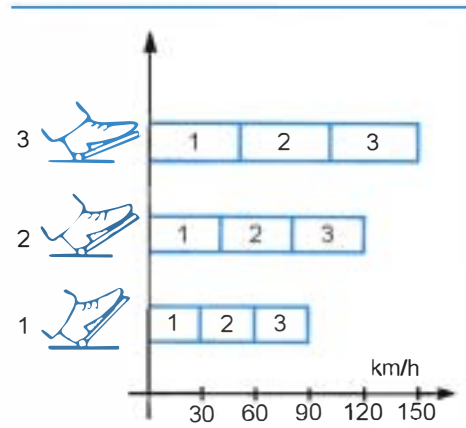

Figure 5.6 • Vitesses de passage des rapports en fonction de la position de la pédale d'accélérateur.
– plus l'utilisation du rapport est longue, plus le moteur atteint un régime élevé avant le passage du rapport supérieur (figure 5.6).